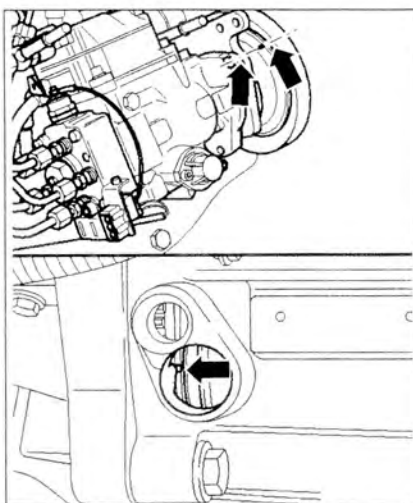

Рис. 1.12. Совместите метки на шестерне и кожухе топливного насоса и метки на маховике и корпусе сцепления.
4. Совместите метки на шестерне и кожухе топливного насоса и метки на маховике и корпусе сцепления (рис. 1.12).
8. Проверьте совпадение меток на шестерне и корпусе топливного насоса (стрелки) (рис. 1.12).